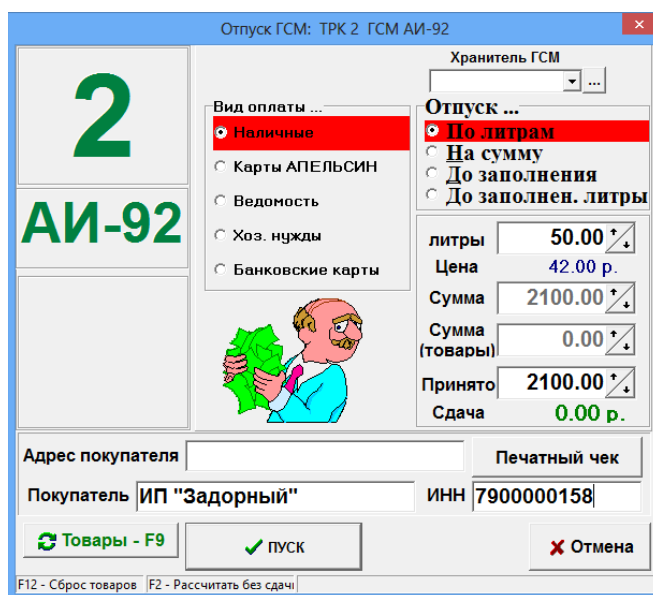

Рис. 12
**Внимание!** Если снят один шланг, а отпуск оператор пытается задать из другого шланга, то в программе, в окне задания отпуска (рис.12) наименование ГСМ будет мигать.
При выборе вида оплаты «Наличные» (вид отпуска - «По литрам») окно будет соответствовать рис.12.
По просьбе покупателя для печати в кассовом чеке наименования организации покупателя и ИНН введите данную информацию в поле «Покупатель» и в поле «ИНН» - ИНН (рис.12).